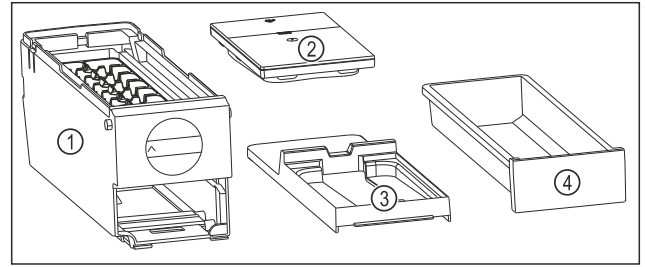

Fig. 147 Az EasyTwist-Ice alkotórészei
- ▶ Az EasyTwist-Ice egység négy darabra van szétszedve. (lásd Fig. 147)
- ▶ Az EasyTwist-Ice egységet csak az ábrázolt alkotóelemekre szedje szét. (lásd Fig. 147)
- ▶ Az EasyTwist-Ice testét Fig. 147 (1) egy egységként tisztítsa.